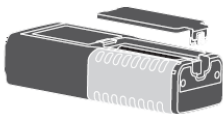

Fig. 9: Sostituzione batteria interna
1. Svitare la vite di fissaggio del coperchio del vano batterie e rimuovere lo stesso (vedere Fig. 9)